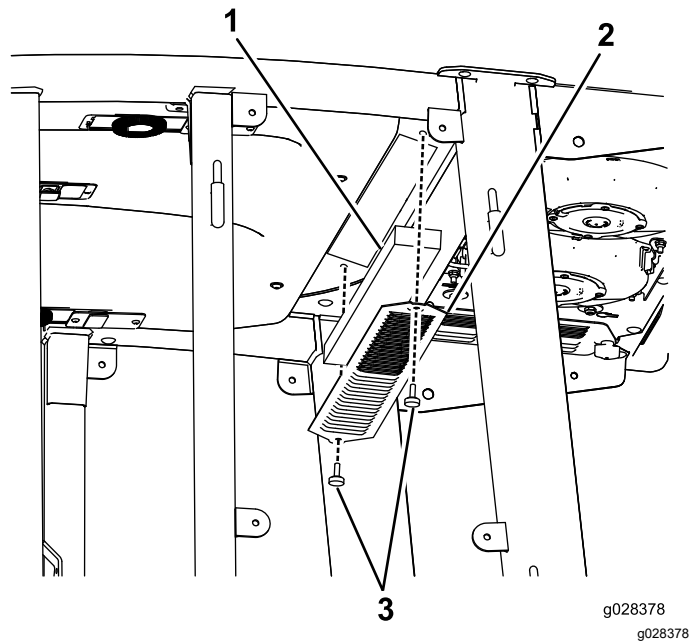

Bild 138
3. Nehmen Sie die 22 Schrauben ab, mit denen das Dach befestigt ist, um das Kabinendach von der Kabine abzunehmen (Bild 138).
4. Entfernen Sie die Luffilter (Bild 138).
5. Entfernen und reinigen Sie die Klimaanlage-schlangen (Bild 138).